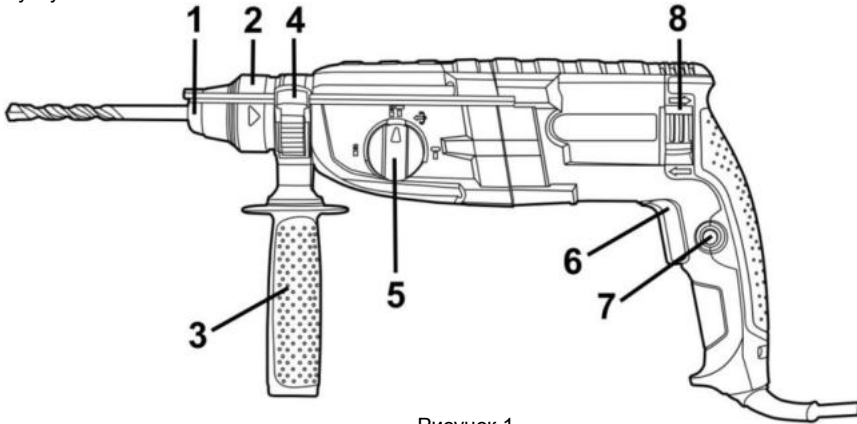

Рисунок 1
2.2.1 Виріб має несучий пластиковий корпус з вмонтованим електричним колекторним двигуном, редуктором з пневматичним ударним механізмом, на вихідному валу якого встановлюється патрон **SDS-Plus** (2) для закріплення змінних робочих інструментів з циліндричними хвостовиками системи SDS-Plus, згідно рис. 1. Корпус одночасно вміщує органи керування режимами інструменту, шнур живлення від мережі змінного однофазного струму та має опорну поверхню для встановлення передньої рукоятки (3) з можливістю фіксованого позиціонування навколо подовжньої осі виробу.
**4.1** Оберіть необхідний режим роботи виробу за допомогою перемикача (5) (див. Рисунок 1, таблицю 1). При необхідності зміни кута нахилу насадки при виконанні довбальних робіт виконайте операції, які описані в пункті 3.5. При необхідності встановлення свердильного патрона – встановіть його в патрон SDS-plus через адаптер.
**4.2** Для вмикання виробу натисніть на курковий важіль перемикача (6) (рис.1). Для відключення виробу слід курок відпустити.